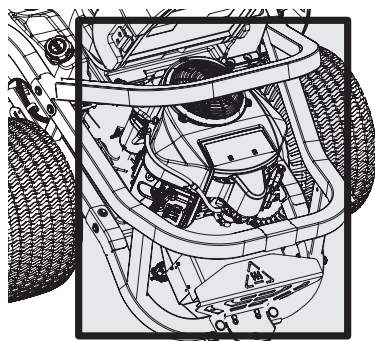

Figure 32
- Maintenez les deux côtés des fentes de refroidissement de la transmission, le collecteur d'échappement, les fusibles, tout le câblage et tous les faisceaux de câbles, le tuyau de silencieux, le bouclier de silencieux, les crépines d'aspiration et les ailettes de refroidissement du moteur, etc. à l'écart des déchets de coupe et des feuilles. Consultez la Figure 32.